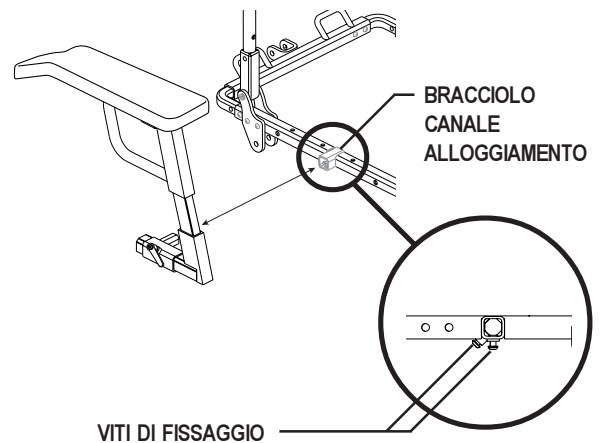

Figura 13. Regolazione della larghezza del bracciolo
1. Allentare le viti di fissaggio ubicate in fondo al canale di alloggiamento del bracciolo. Vedere figura 13.